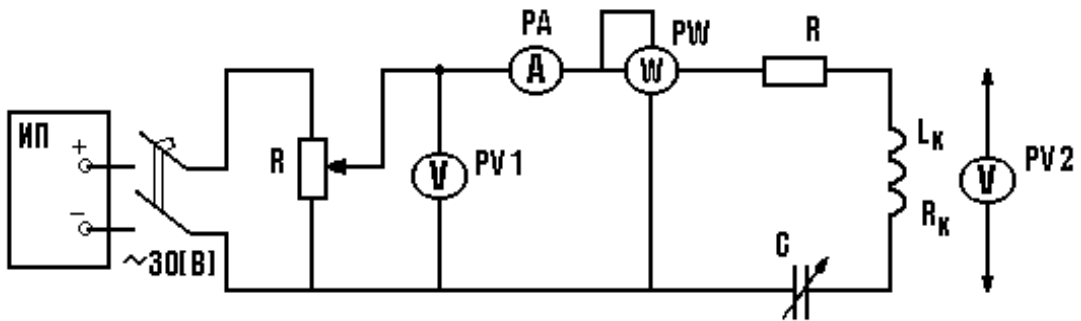

Рисунок 6 - Последовательное соединение активного и реактивного элементов.
- 3.2 Собрать электрическую схему цепи (Рисунок 6);